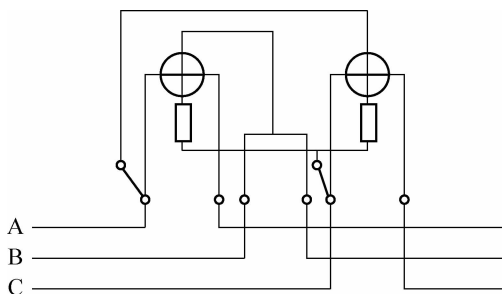

图 2-19 具有  $60^\circ$  相位角的三相三线制无功电能表的接线原理图
②三相三线制无功电能表。在三相三线制无功电能的测量中,最常用的是一种具有  $60^\circ$  相位角的三相无功电能表,如 DX2 型和 DX8 型等,其接线原理图如图 2-19 所示。